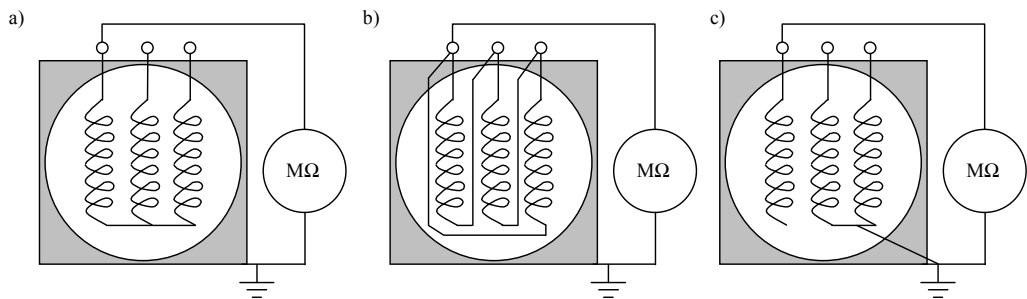

図7-7 絶縁抵抗測定用のステータ巻線の接続
- 交換芯を含め、変流器 (CT) の 2 次回路が開いていないことを確認します。図 7-7 絶縁抵抗測定用のステータ巻線の接続を参照してください。
端子ボックスの絶縁抵抗測定を行う必要があります。テストは通常、巻線全体を1まとめに行います。この場合、抵抗計を機械のフレームと巻線の間に接続してください。図7-7 絶縁抵抗測定用のステータ巻線の接続を参照してください。フレームを接地し、ステータ巻線の3つの相は中立点に接続したままにします。図7-7 絶縁抵抗測定用のステータ巻線の接続を参照してください。
巻線全体の絶縁抵抗の測定値が指定されている数値より小さく、それぞれの相の巻線を容易に他の相の巻線から切断することができる場合、それぞれの相を別々に測定することもできます。しかし、すべての機械でそれが可能であるわけではありません。この測定では、抵抗計を機械のフレームと巻線のうち1つの間に接続します。フレームと測定の対象ではない2つの相は接地します。図7-7 絶縁抵抗測定用のステータ巻線の接続を参照してください。